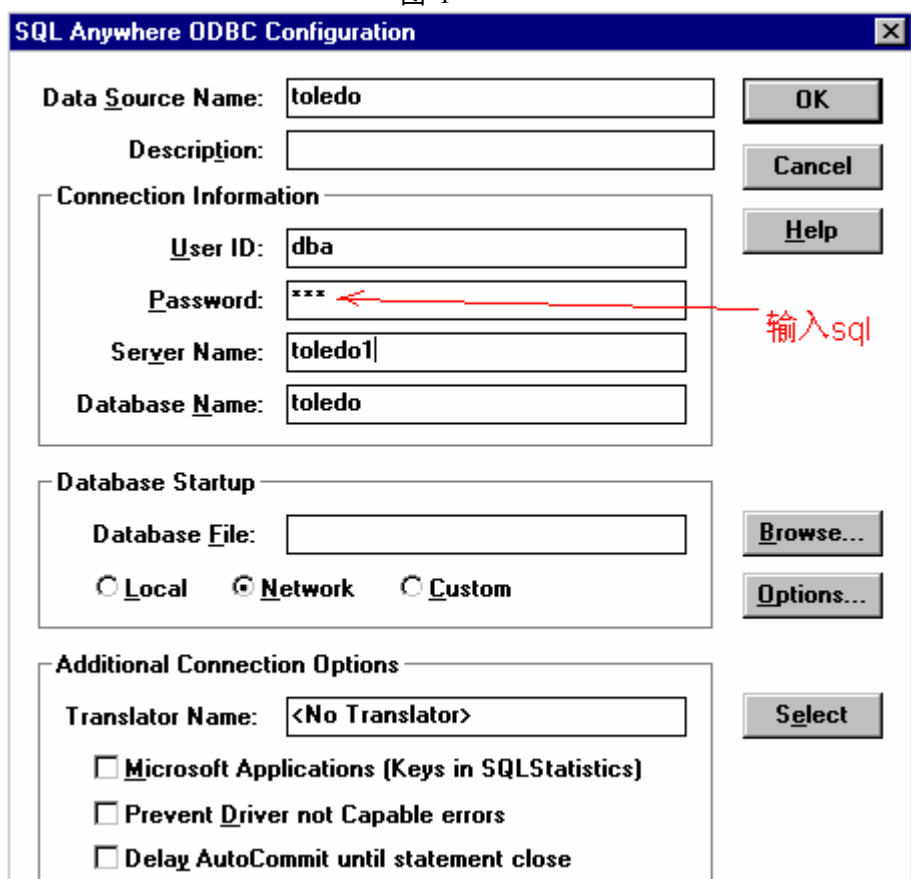

图 2
- 选择 *Toledo*，然后再选择“Configure...”，则如图 2 显示。
- 按图 2 配置，选 OK，退出数据库设置。